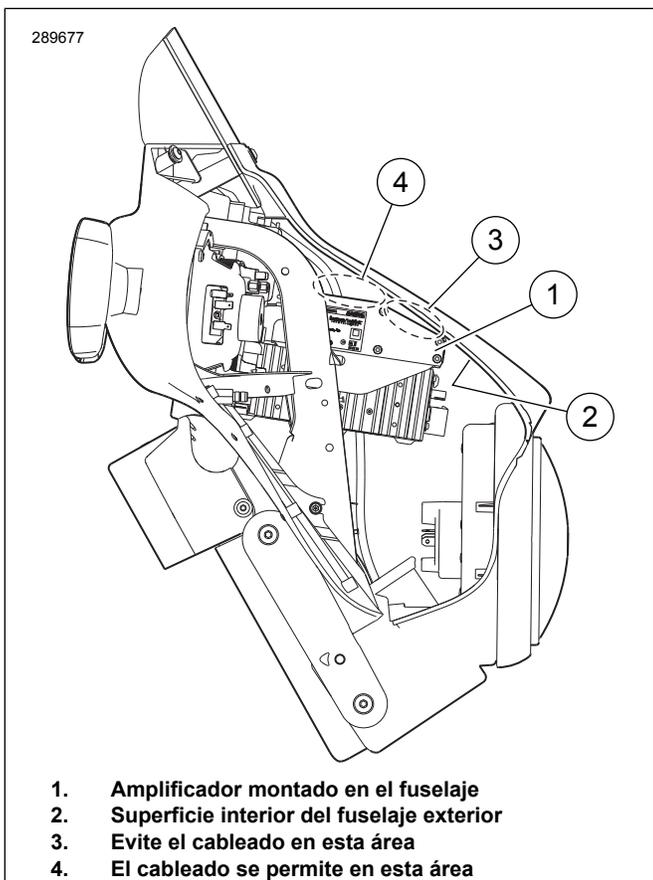

Figura 3. Holguras del cableado del amplificador montado en el fuselaje
Consulte la Figura 3. Pasar los cables y el conducto sobre el amplificador (1) y la radio **cerca del lado delantero (faro delantero) (3)** hará más difícil la instalación del fuselaje exterior (2) debido a la holgura estrecha.
15. Pase los arneses del amplificador y de la radio hacia atrás a lo largo del lado de la radio y del amplificador o del área encima del amplificador, en el punto más cercano al fuselaje interior (Consulte la Figura 3., área 4). Use las correas de cables del kit para sujetar los arneses del amplificador y de la radio a los arneses existentes adentro del fuselaje.